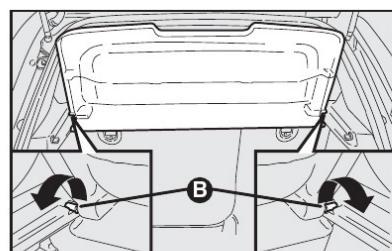

fig. 112
2) Desencaixar os pinos de articulação da cobertura do porta-malas **B-fig. 112** de suas sedes e removê-la.